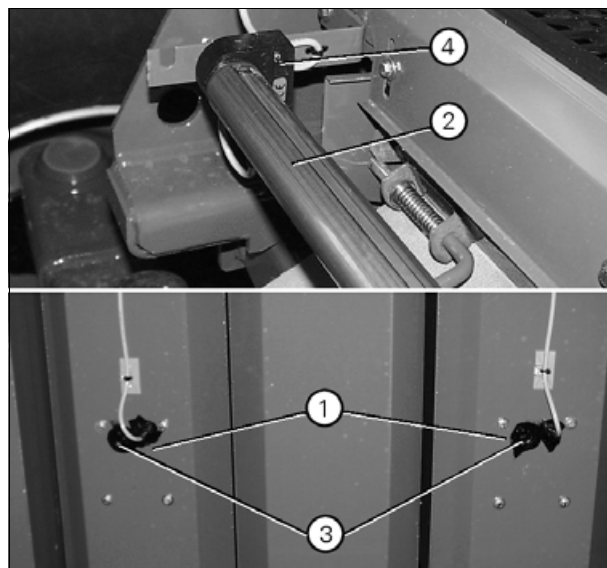

Рис. 1.
(рис. 1)
(рис. 1 или рис. 2)
Прежде чем приступать к регулировке на экране показаний монитора потерь зерна, следует отрегулировать пластинчатые датчики (1) в клавишном соломотрясе и трубчатый датчик (2) на текущую сельскохозяйственную культуру. Это выполняется при помощи переключателей (3) и (4), (рис. 1), которые обеспечивают возможность настройки, соответственно, для малых, нормальных и больших размеров зерен.